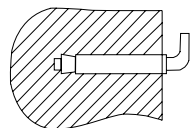

Рис. 5. Крепежный анкер для монтажа.
- Присоедините дренажный шланг (позиция 3 на рис. 5) к запорному крану на тройнике на входе холодной воды в водонагреватель и направьте его в канализацию, либо в место слива воды. Откройте запорный кран и дождитесь полного слива воды.
После выбора места монтажа определите места под два крепежных болта с крючками (в зависимости от спецификации выбранного изделия). Проделайте в стене два отверстия необходимой глубины, соответствующие размеру крепежных болтов, вставьте винты, поверните крючок вверх, плотно затяните гайки, а затем установите на него электрический водонагреватель (см. рис. 5).